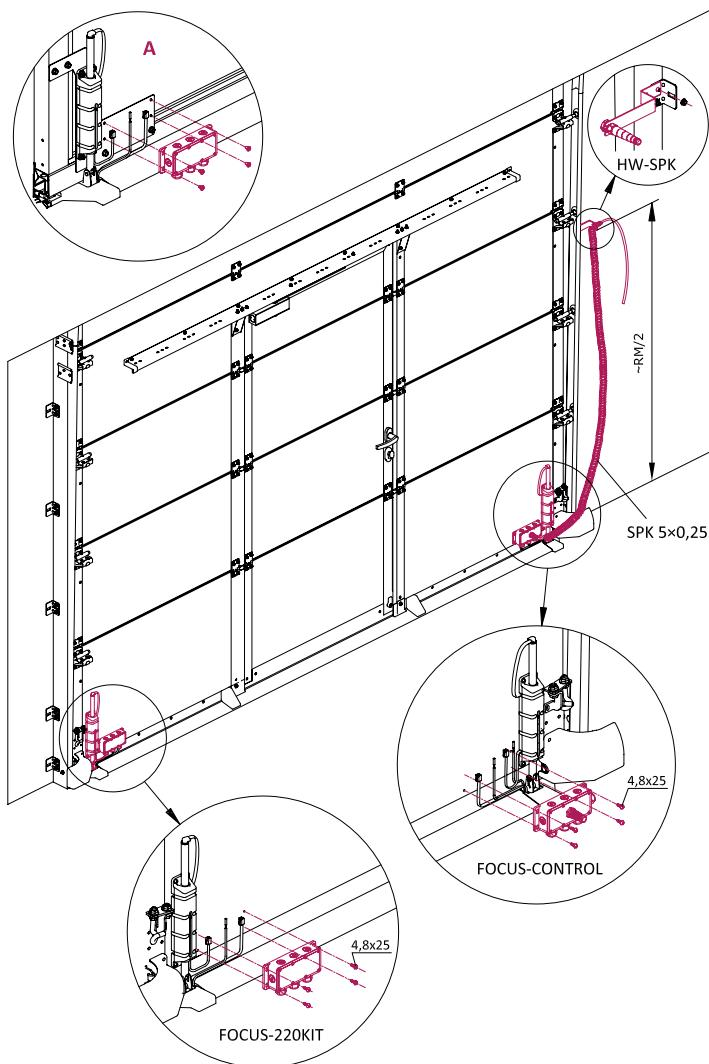

Abb. 2 — Einstellung der Sets **FOCUS-210** und **FOCUS-220KIT**
- Installieren Sie die Gehäuse der Sets **FOCUS-210 (FOCUS-CONTROL)** und **FOCUS-220KIT** (Abb. 2) am Torblatt aus Sandwich-Paneelen mit 4,8×25 Schrauben (8 Stück sind im Torbausset enthalten). Um die Position der Gehäuse an dem Torblatt zu bestimmen, werden zwei Löcher im Werk angebracht.
Wenn der untere Teil der Sektion von Torblatt Panorama ist, werden die Gehäuse auf vorinstallierten Stahlplatten (Abb. 2, Ansicht A) mit Schrauben M5×8 montiert (Das Torset enthält 8 Stück).
- Montieren Sie einen Rollenhalter **HW-SPK** (Abb. 2) an der Außenseite des Eckprofils des Führungsschiensystems, nicht tiefer als die Mitte der Toröffnung (ungefähr **RM/2**).
4. Führen Sie das kurze Ende des Spiralkabels **SPK 5x0,25** (Abb. 2) durch die spezielle Kabeleinführung des **FOCUS-CONTROL**-Gehäuses und das lange Ende durch die Kabeleinführung des Rollenhalters **HW-SPK**.